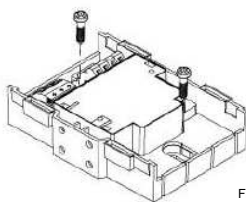

Fig. 4.3.1
- Instalação diretamente em um gabinete de comutação ou em uma unidade de controle: monte o módulo sobre uma superfície uniforme (Fig. 4.3.1).